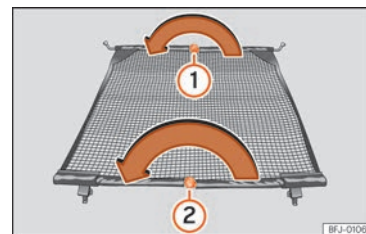

Fig. 131 Dobrar a rede de separação.
»» Fig. 131 ① e dobre a vareta transversal no sentido da seta, mantendo o botão pressionado.
»» Fig. 131 ② e dobre a vareta transversal no sentido da seta, mantendo o botão pressionado.